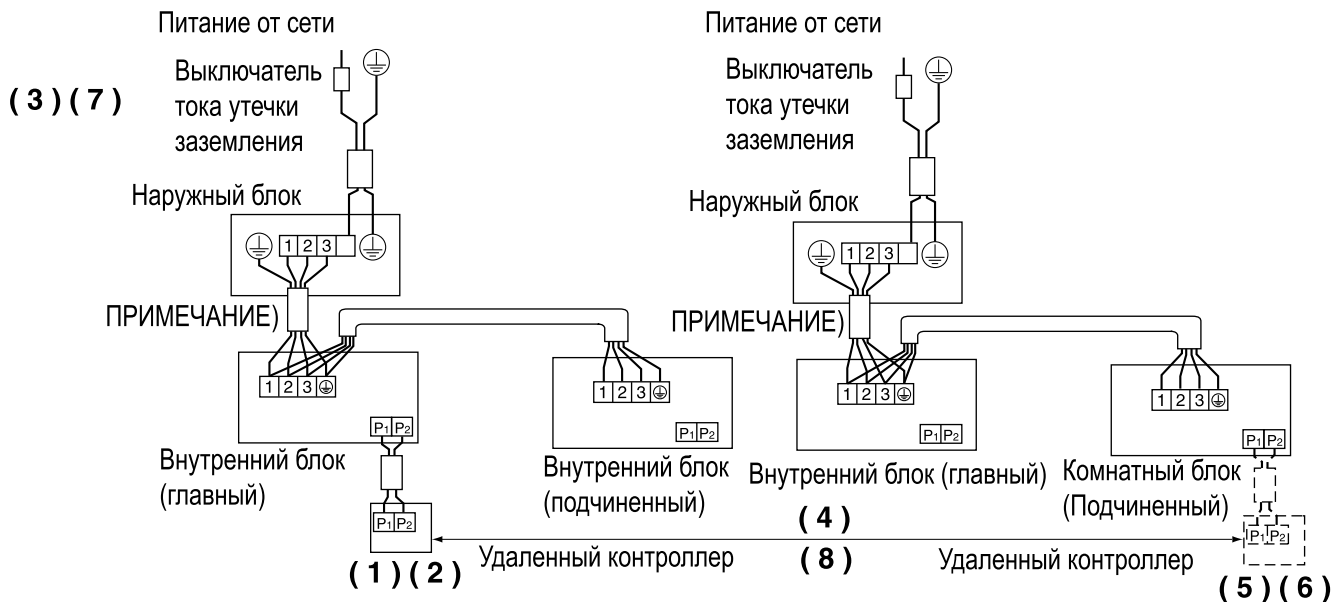

Рис. 31
- При раздельном задании параметров главного и подчиненного блока выполните указанные ниже действия. (См. Рис. 31)
- (1) Установите значение Номер ВТОРОГО КОДА равным “02” (раздельное задание) для возможности раздельного выбора параметров подчиненного блока. (См. Таблицу 10)